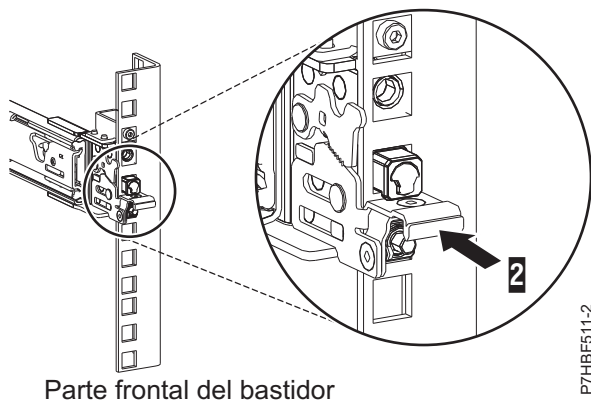

Figura 23. Pestillo colocado en el riel frontal del bastidor
- Al tirar del riel deslizante hacia adelante, asegúrese de que las tres patillas sobresalen de los orificios del bastidor y, a continuación, presione el pestillo frontal (2) hasta el final. Para conocer detalles, consulte la Figura 23.